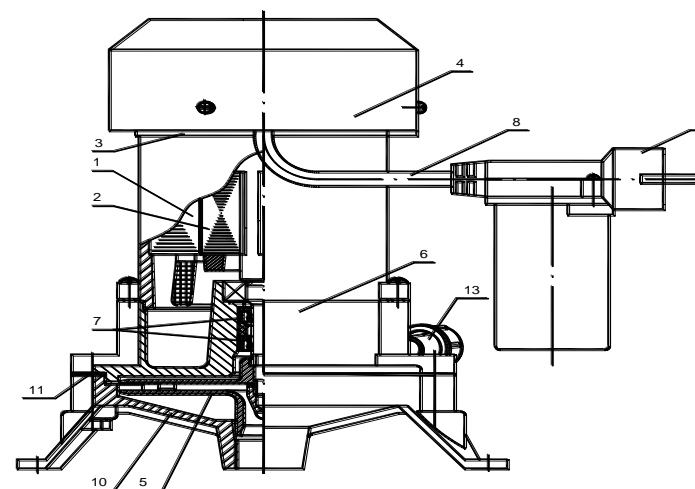

Рис. 1
1.6.4 Не допускается работа электронасоса без заливки водой, так как в этом случае могут выйти из строя манжеты 7 (рис.1, 2, 3, 4).